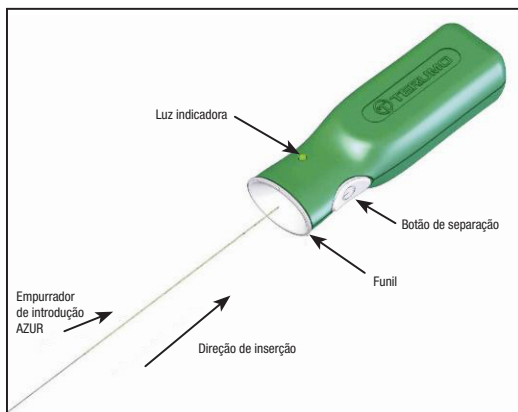

Figura 2 – Controlador de separação AZUR
14. Antes de utilizar o dispositivo, retire a extremidade proximal do empurrador de introdução do aro de embalagem. Tenha cuidado para não contaminar esta extremidade do empurrador de introdução com substâncias estranhas, como sangue ou contraste. Insira firmemente a extremidade proximal do empurrador de introdução na secção do funil do controlador de separação AZUR. Veja a Figura 2. **Não prima o botão de separação nesta altura.**
34. Ligue a extremidade proximal do empurrador de introdução ao controlador de separação AZUR, inserindo firmemente a extremidade proximal do empurrador de introdução na secção do funil do controlador de separação AZUR. Veja a Figura 2.